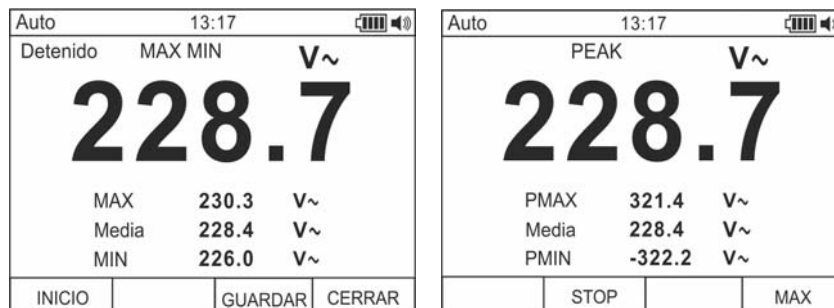

Fig. 7: Guardado valores PEAK
5. Pulse la tecla **F4 para entrar** en la medida de los valores de Pico de la magnitud en examen (vea Fig. 7 – parte derecha). El mensaje “PEAK” aparece en pantalla y los valores se actualizan con las mismas modalidades de la función MAX/MIN